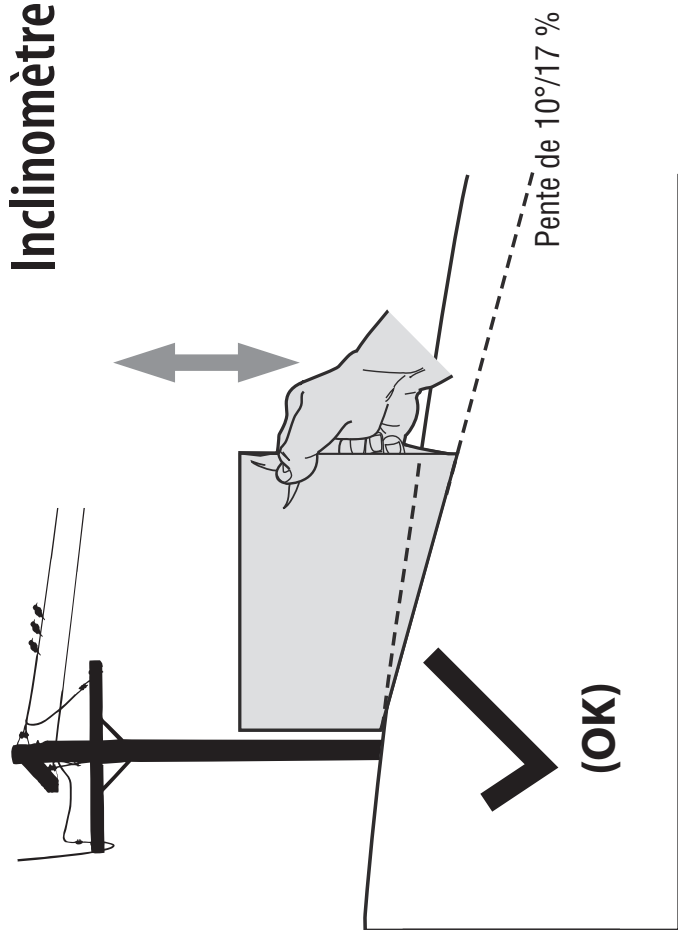
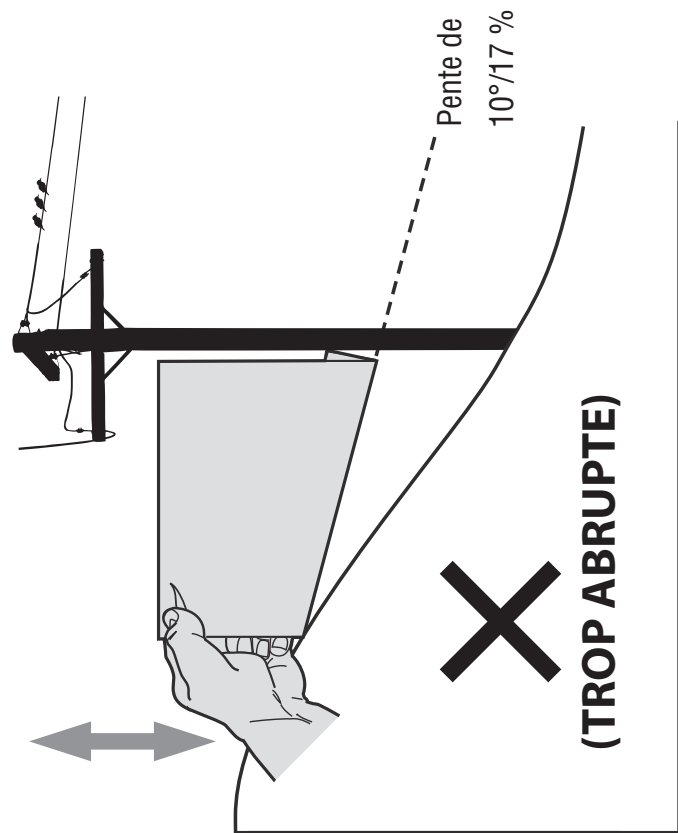

Figure 1
Figure 2
3. Alignez l'un des côtés de l'inclinomètre avec l'objet (consultez la Figure 1 et la Figure 2).
4. Ajustez l'inclinomètre vers le haut ou vers le bas jusqu'à ce que le coin gauche touche la pente (consultez la Figure 1 et la Figure 2).
5. S'il y a un écart de l'inclinomètre, la pente est trop raide pour un fonctionnement en toute sécurité (consultez la Figure 2 ci-dessus).